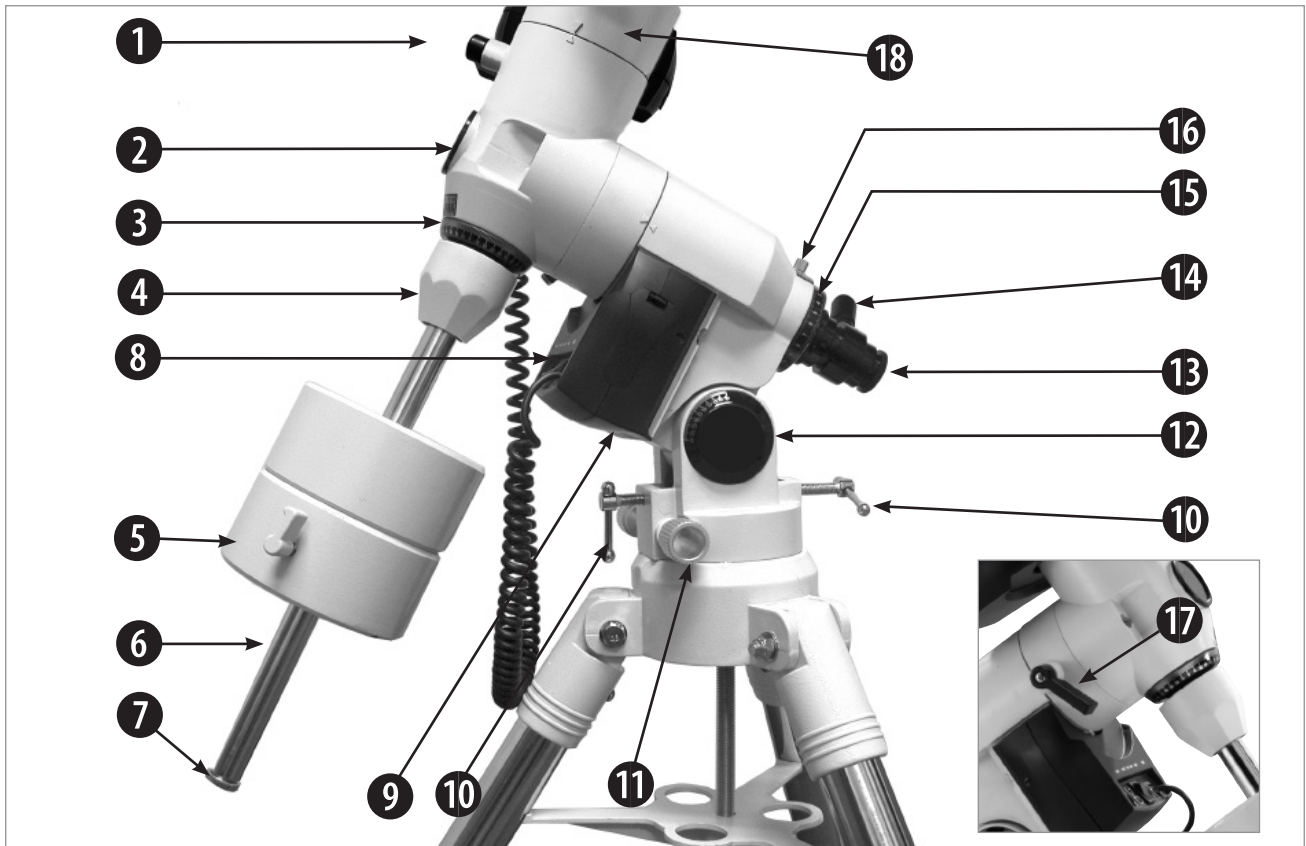

Abb. 1a: Die Montierung; der Ausschnitt zeigt die gegenüberliegende Seite.
- 9 **R.A. Antrieb:** Hierdurch erfolgen Positionierung und Nachführung in der Stundenachse. Die R.A. Klemmung (17, Abb. 1a) muss hierbei angezogen sein.
- 10 **Polhöhen-Justierschrauben (10, Abb. 1a):** Hier wird der Breitengrad Ihres Beobachtungsortes eingestellt. Die Schrauben arbeiten in Zug-Druck-Konfiguration—bei Anziehen der Einen muss die Andere entsprechend gelöst werden.
- 18 **Dec. Antrieb:** *Wird über die Handbox gesteuert. Bewegt den optischen Tubus entlang der DEC-Achse. Die DEC-Klemmung (1, Abb. 1a) muss handfest angezogen sein, damit der DEC-Motor funktioniert.*